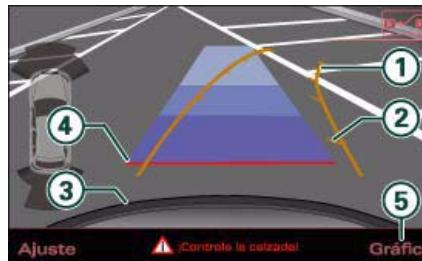

Fig. 158 Pantalla del MMI: Localizar el hueco para aparcar
- Para visualizar la indicación óptica, pulse la tecla de menú **Gráfica** ⇒ página 149, fig. 158 ⑤. ►
⇒ página 149, fig. 158. Con ayuda de las marcas **2** puede estimar la distancia con respecto a un obstáculo. Cada marca corresponde a 1 m. La superficie azul representa una prolongación del contorno del vehículo de unos 5 m hacia atrás.